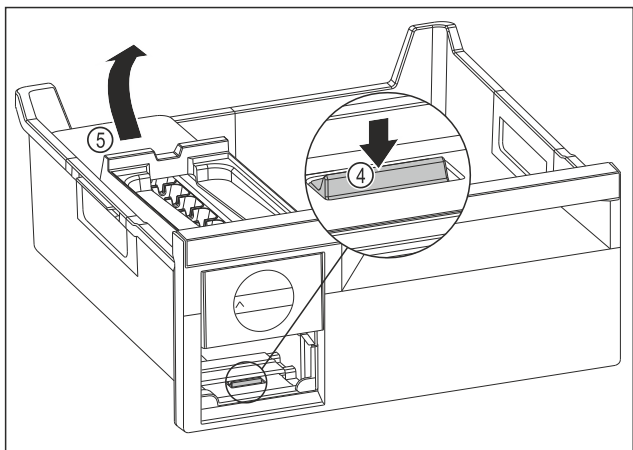

Fig. 89
- ▶ Vyjmutí korpusu EasyTwist-Ice: Lamelu Fig. 89 (4) zatlačte prstem směrem dolů a zároveň nadzvedněte druhou rukou korpus EasyTwist-Ice Fig. 89 (5) zezadu.